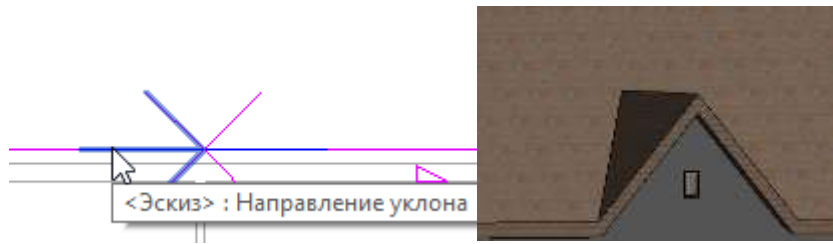

Рисунок 4.58 – Вальмовая крыша
4. Вызываем команду  Направление уклона и указываем две стрелки из конца отрезков к середине. Завершаем эскиз (рис. 4.58).